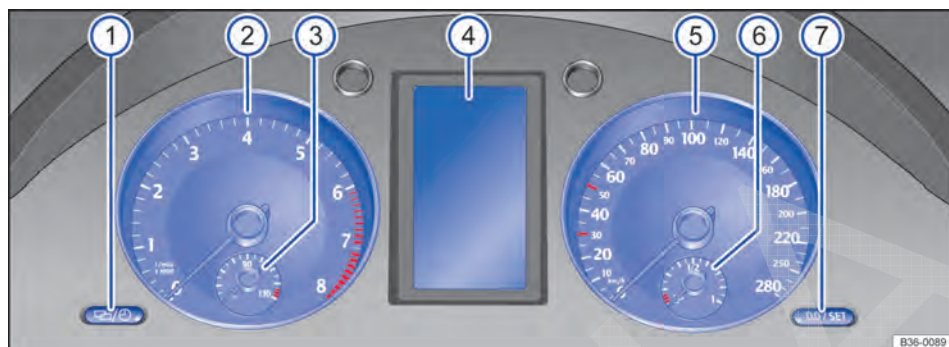

Fig. 13 Instrumento combinado do painel de instrumentos.
Significado dos instrumentos ⇒ Fig. 13:
Dependendo da versão do veículo, é possível que sejam exibidas diferentes informações no display do instrumento combinado ⇒ Fig. 13 ④:
O indicador do evento de serviço aparece no display do instrumento combinado $\Rightarrow$ Fig. 13